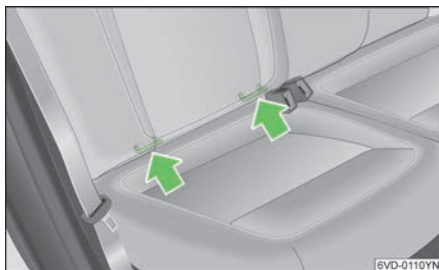

图 129
- 将儿童座椅插到 ISOFIX 固定环上，» 图 129，见第 77 页，直到听见儿童座椅的啮合声。
- 安装正上儿童座椅时，将座椅靠背尽可能向前调节，使其靠在儿童座椅上，» 图 129，见第 77 页。